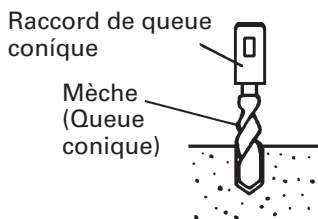
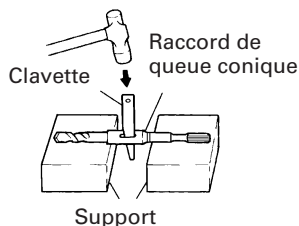

Fig. 11
Fig. 12
- (1) Installer la mèche à queue conique dans le raccord de queue conique. (Fig. 11)
- (2) Mettre l'appareil sous tension et percer un trou de base.
- (3) Après avoir retiré la poussière avec une seringue, fixer le mandrin à la pointe du sabot et l'enfoncer dans le sabot avec un marteau.
- (4) Pour retirer la mèche à queue conique, insérer une clavette dans la fente du raccord de queue conique et frapper sur la clavette avec un marteau. (Fig. 12)